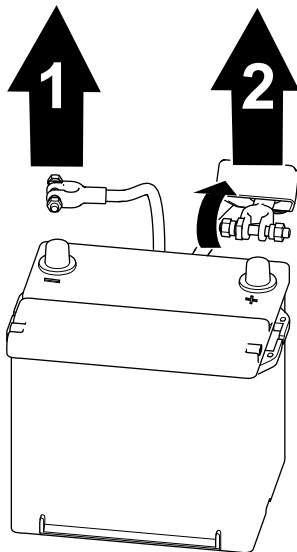

Figura 62
1. Retire el cable negativo del borne de la batería (Figura 62).
2. Levante el aislante y retire el cable positivo del borne de la batería (Figura 62).